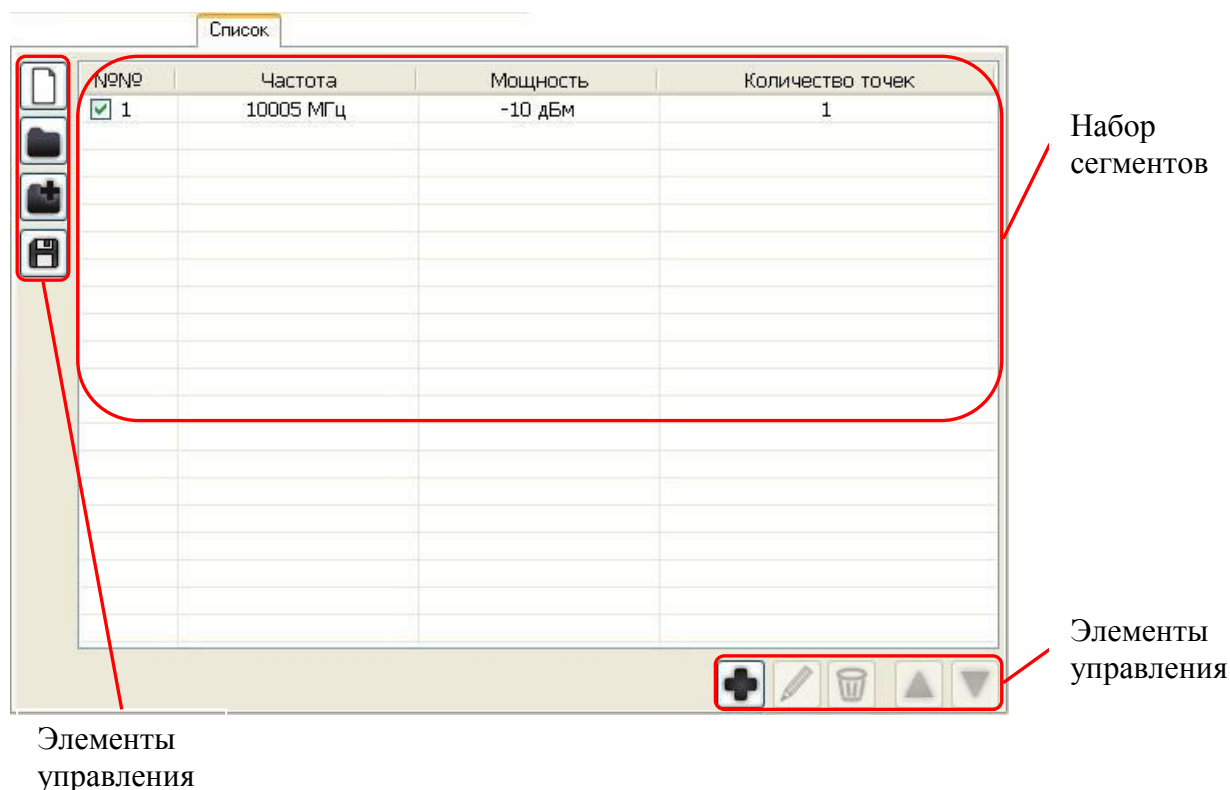

Рисунок 6.19 – Вкладка «Список»
6.8.1 «Список» – вкладка панели «Параметры прибора» (рисунок 6.19), состоит из элементов управления и набора сегментов списка.